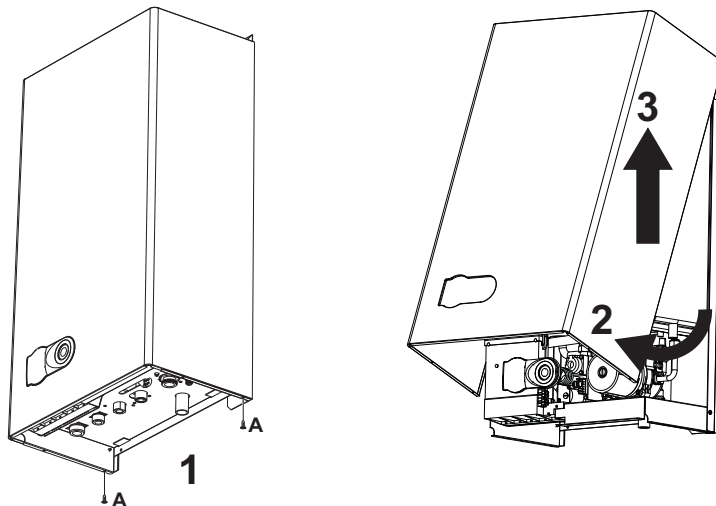

рис. 15 - Открытие кожуха
- Отвинтите винты "А" (см. рис. 15)
- Поверните кожух (см. рис. 15)